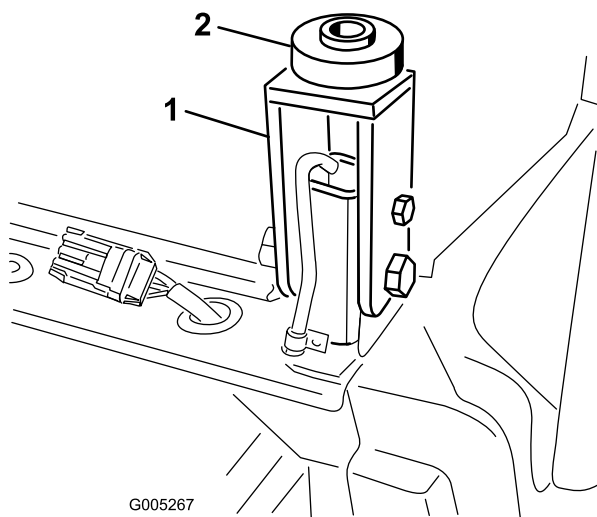

Figure 116
26. Insérez un support en caoutchouc sur chaque support de la cabine, aux points de montage arrière (Figure 116).